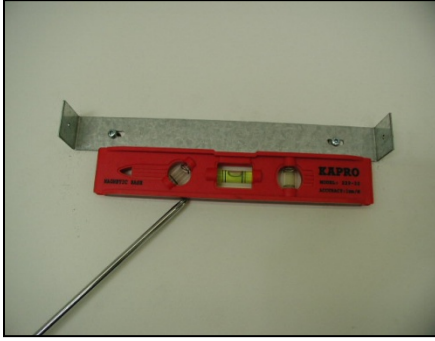

Figura 18
3. Marque la posición del soporte de montaje de la cubierta de conductos. Utilice la referencia E de la Tabla 2 y las medidas en las páginas 88-89. Coloque y fije el soporte de montaje de la cubierta de conductos con dos tornillos (no incluidos). Consulte la Figura 18. **NOTA:** La cubierta interna de conductos cubrirá el soporte de montaje de la cubierta de conductos.